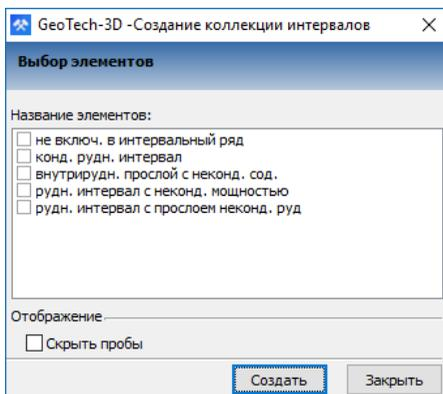

Рис. 2.6. Меню инструмента «Создать пласт».
4. Выбрать созданный объект (кнопка **Выбрать объект**) – ось объекта станет красного цвета. Нажать кнопку **Создать пласт** . В появившемся диалоге (рис.2.6) установить флажок **конд. рудный интервал**. Нажать кнопку **Создать**. Будет создано одно сечение на усредненной отметке интервалов. Рудные кондицион-